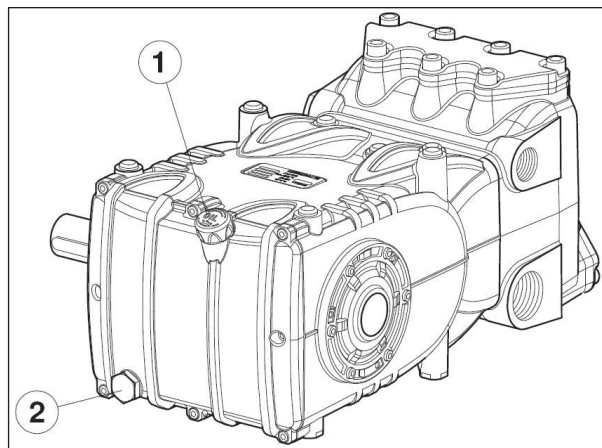

Рис. 3
Маслоизмерительный щуп поз. ①, Рис. 3.
Правильный контроль уровня масла производится при насосе, имеющем температуру окружающей среды; замена масла осуществляется при насосе, разогретом до рабочей температуры, для чего извлекается маслоизмерительный щуп поз. ①, а затем - пробку поз. ②, Рис. 3.